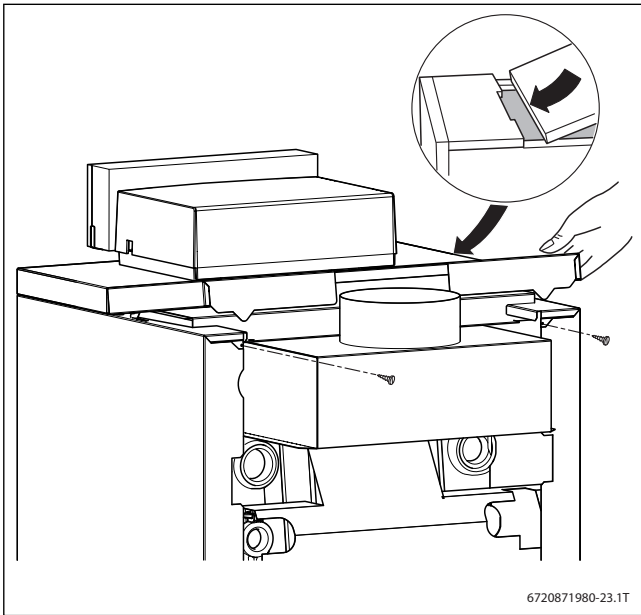

Рис. 22 Установка задней крышки котла
- ▶ Задвиньте заднюю крышку котла с язычками под переднюю крышку и нажмите на неё сзади вниз (→ рис. 22, стр. 23).